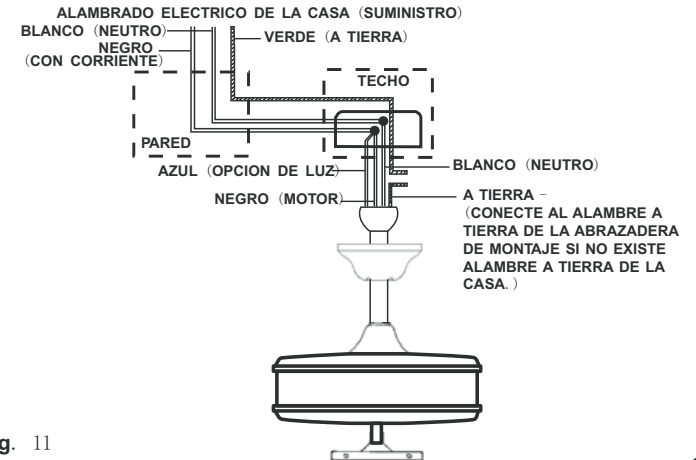

Fig. 11
Paso 1. Conecte el Alambre Negro (corriente) de la caja de distribucion a los alambres negro y azul del ventilador. Conecte el alambre Blanco (neutral) de la caja de distribucion con el alambre blanco del ventilador (Fig. 11).